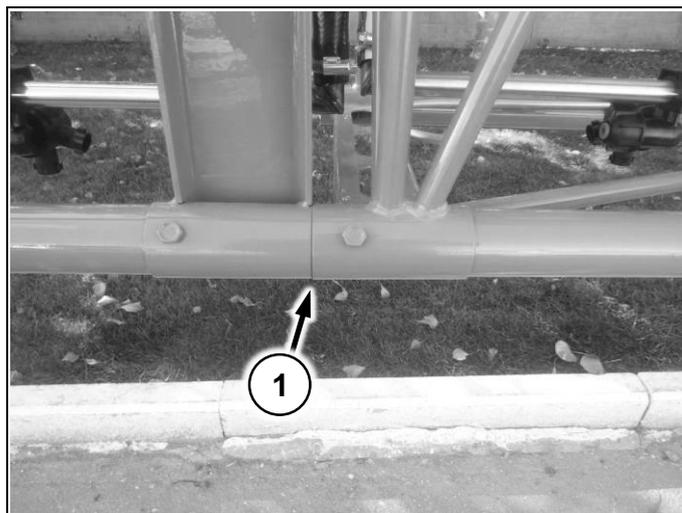

Рис. 123
3. Вращая гайки отрегулируйте зазор между корневой и концевой секцией штанг 2-3мм. (Рис. 123/1)